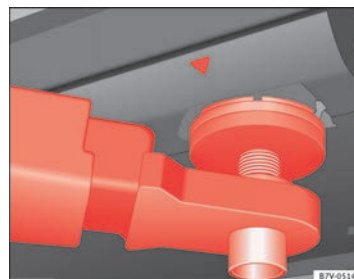
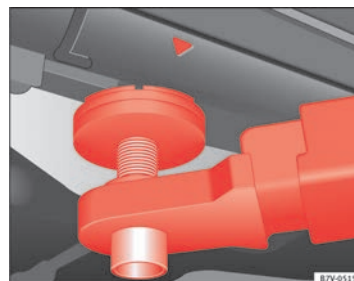

Fig. 127 Points d'appui avant pour lever le véhicule avec un pont-élévateur ou un cric.
Fig. 128 Points d'appui arrière pour lever le véhicule avec un pont-élévateur ou un cric.
Pour lever le véhicule, vous devrez uniquement utiliser les points indiqués dans les figures ⇒ fig. 127 et ⇒ fig. 128. Si le véhicule n'est pas levé par les points indiqués, cela peut provoquer des dommages ⇒ ⚠ et de graves blessures ⇒ ⚠.
- Pour lever le véhicule, vous devrez uniquement utiliser les points indiqués dans les figures → fig. 127 et → fig. 128. S'il n'est pas levé par les points indiqués, il pourrait tomber du pont-élévateur lors de la réalisation d'opérations de dépose du moteur ou de la boîte de vitesses, par exemple.